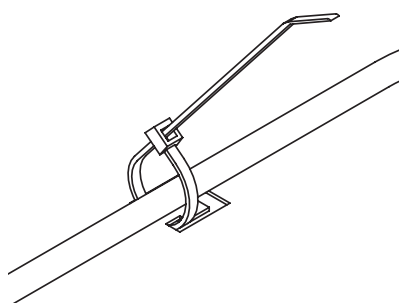

Fig. 93 Fissare i cavi con una fascetta per cavi come scarico della trazione
► Fissare tutti i cavi alla linguetta punzonata con una fascetta per cavi come scarico della trazione – Fig. 93.